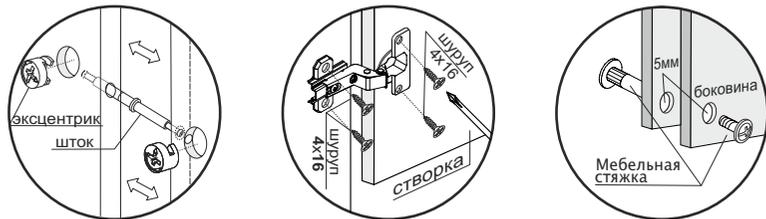

Рис.6
24. Собрать стеклостворки: Соединить створки (32,35) со стяжками (33,36) соответственно с помощью двусторонних эксцентриков (рис.7). Вставить стекловтулки в отверстия в стеклах (34,37) и прикрутить к собранным створкам шурупами 3,5x16 (рис.8). Навесить собранные стеклостворки и створку (38) на короб изделия, используя петли и шурупы 4x16 (рис.6). Отрегулировать петли.